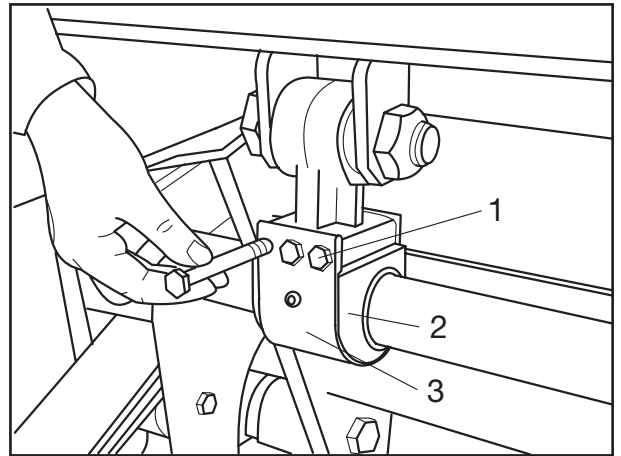

Fig. 1
- [1] Sicherungsmuttern von den Befestigungsschrauben (Fig. 1/1) des Formblechs (Fig. 1/3) abschrauben, Befestigungsschrauben austreiben, Formblech, Buchsenhälften und Dichtung (Fig. 1/2) abnehmen.
[1] Unscrew locking nuts from the securing bolts (Fig. 1/1) of the shaped plate (Fig. 1/3), remove securing bolts, take off shaped plate, bush halves and seal (Fig. 1/2).
[1] Dévisser les écrous de surêté (fig. 1/1) des vis de fixation de la tôle profilée (fig. 1/3), enlever les vis de fixation, retirer la tôle profilée, les demi-douilles et le joint (fig. 1/2).